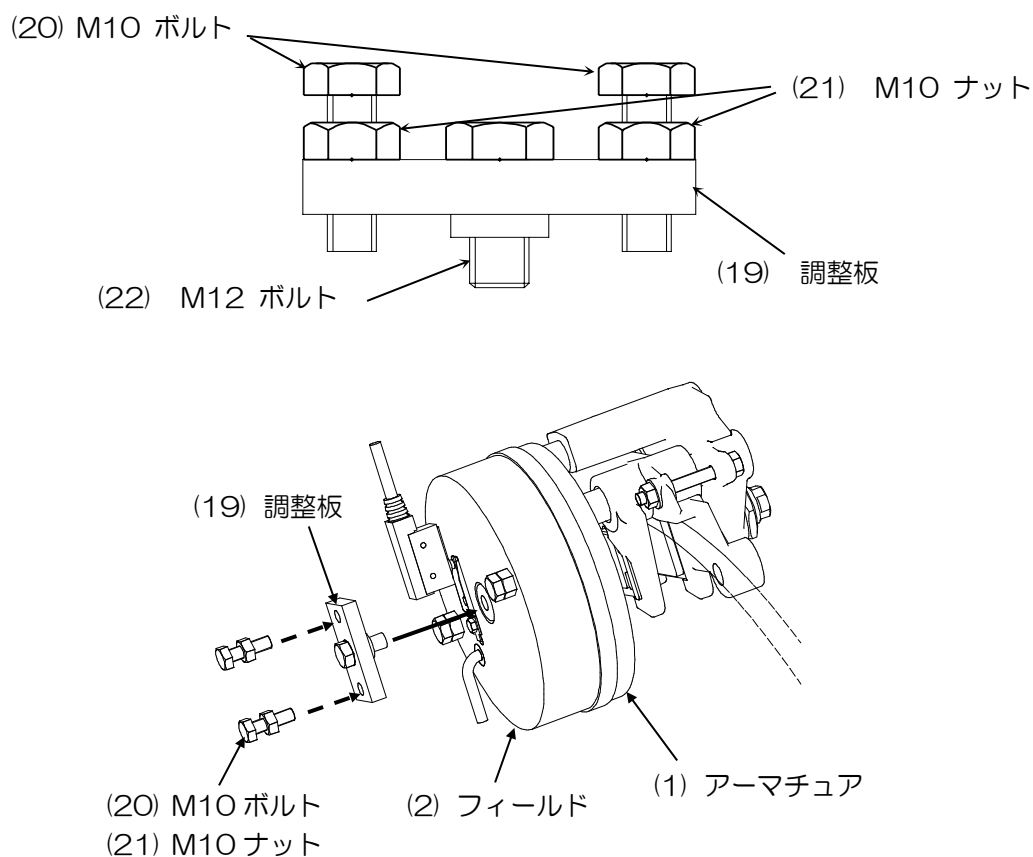

図2 調整治具の取付
- ①ブレーキの吸引・落下動作時に、フィールド(2)、アーマチュア(1)が円滑に動作することを確認する。
- ②左右両方のブレーキが“落下”（ブレーキ制動）状態にあることを確認する。
- ③治具の調整板(19)から M10 ボルト(20)と M10 ナット(21)を取外す。（2ヶ所）
- ④調整板(19)をコイル中心部に M12 ボルトで取付け、スパナで締め込む。（図2参照）
- ⑤調整板(19)に M10 ボルト(20)と M10 ナット(21)を取付ける。
- ⑥両側の M10 ボルト(20)がフリーであることを確認して、フィールド(2)にジャストタッチ（手で締め込んだ時、急に重くなる位置）するまで、手締めで締め込む。